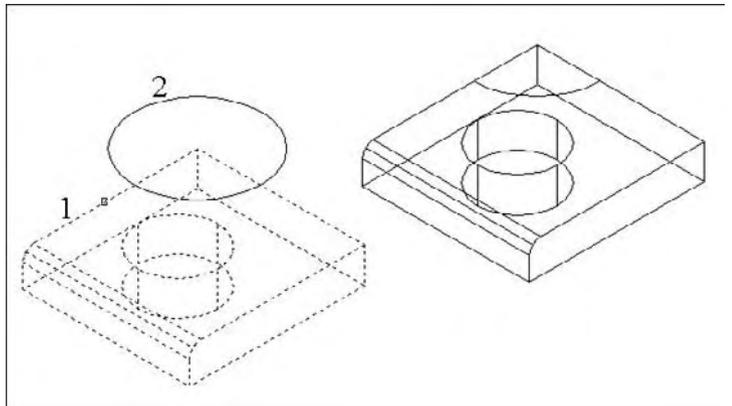

Fig.7.18
**Pour appliquer une empreinte sur un solide en 3D, la procédure est la suivante (fig.7.18) :**